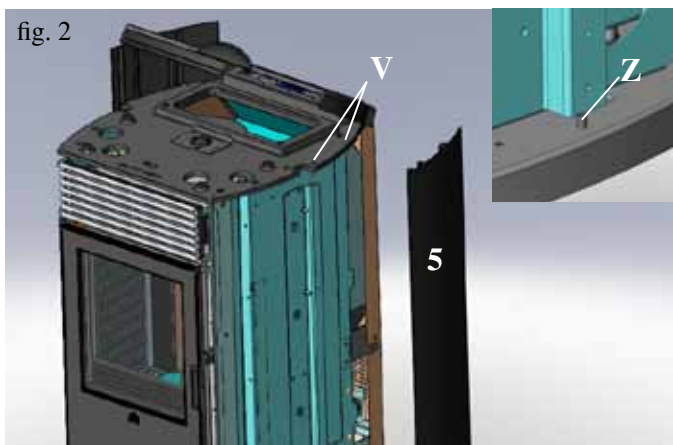

fig. 2
- Alzare il top in ghisa, svitare le viti (V) e smontare i due fianchi posteriori in alluminio (5) sganciandoli dai perni di fissaggio (Z) posti sul basamento in ghisa fig. 2.